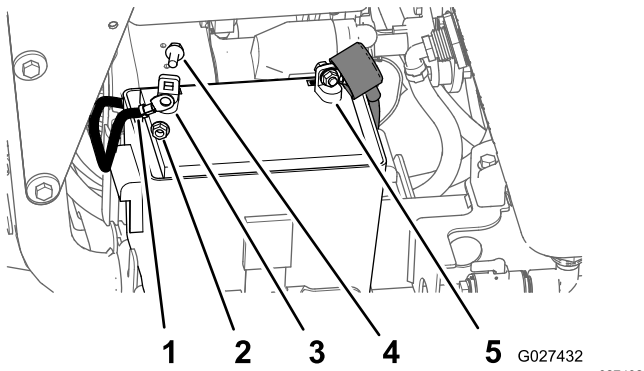

Figure 76
3. Retirez le boulon à embase hexagonale et l'écrou à embase du câble négatif et de la borne négative (-) de la batterie, et débranchez le câble de la batterie (Figure 76).
4. Enlevez le capuchon rouge de la borne positive de la batterie (Figure 76).
5. Retirez le boulon à embase hexagonale et l'écrou à embase du câble positif (rouge) et de la borne positive (+) de la batterie, et débranchez le câble de la batterie (Figure 76).
3. Reliez le câble positif (rouge) à la borne positive (+) de la batterie au moyen d'un boulon à embase et d'un écrou à embase (Figure 76).
5. Reliez le câble négatif à la borne négative (-) de la batterie avec un boulon à embase et un écrou à embase (Figure 76).